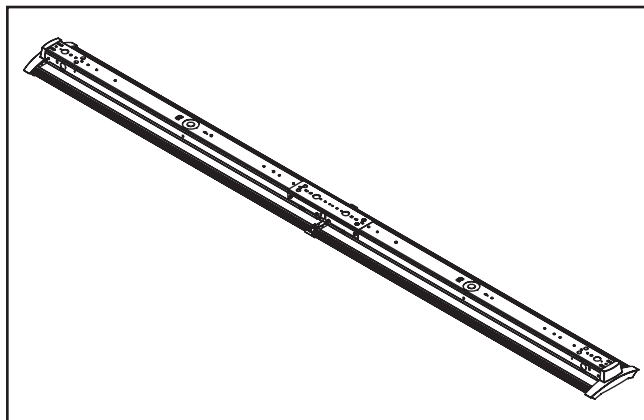

Figura 5.
5. Complete la instalación según las instrucciones del producto estándar. (Figura 5.)